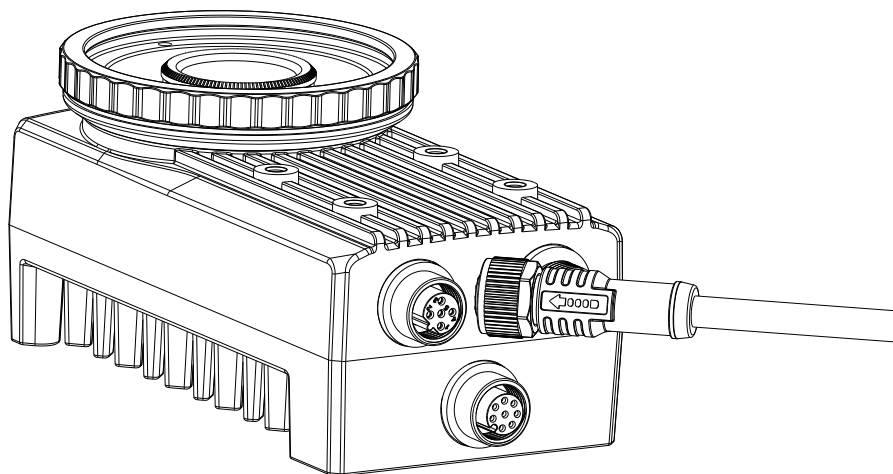

图2-8 设备 USB/扩展接口接线
3. 若需要使用 USB/扩展接口板扩展，按照正确的接线方式接在设备的 USB/扩展接口板扩展接口处，如图 2-8 所示，此为不含光源和镜头罩的 X86 开放平台示意图。扩展接口板接口定义请参考 1.3.4 章节，外接 USB 扩展口定义请参考 1.3.5 章节。